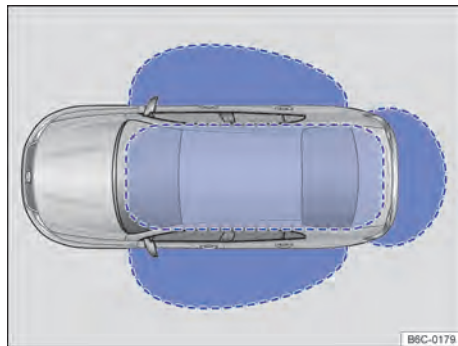

Fig. 55 Sistema de travamento e de partida Keyless Access sem chave: áreas de aproximação.
Sistema de travamento e partida Keyless Access sem chave permite que o veículo seja destravado e travado sem a utilização ativa da chave. Para isso, é preciso haver uma chave do veículo válida na área de aproximação do veículo → Fig. 55. Ao tocar a superfície do sensor nas maçanetas das portas dianteiras → Fig. 56 o veículo é destravado ou travado → ①.
Quando o veículo está travado e uma chave do veículo válida se encontra na faixa de proximidade → Fig. 55 da tampa traseira, esta destrava automaticamente ao ser aberta.